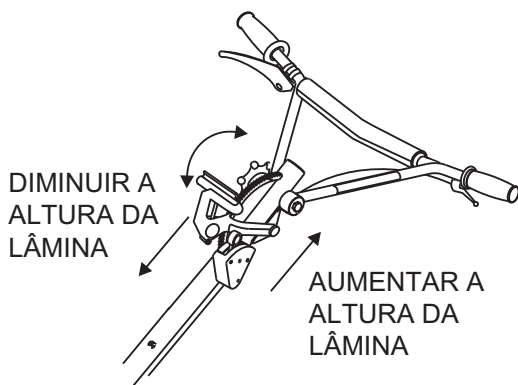

Figura 29. Manípulo em T Quick-Pitch™
- Para ajustar as lâminas no sentido ascendente através do **manípulo em T Quick-Pitch™**, (Figura 29) basta apertar o bloqueio do accionador e puxar o **manípulo em T** em direcção ao operador. Pressionar o **manípulo em T** em direcção ao motor irá fazer com que as lâminas fiquem numa posição plana.